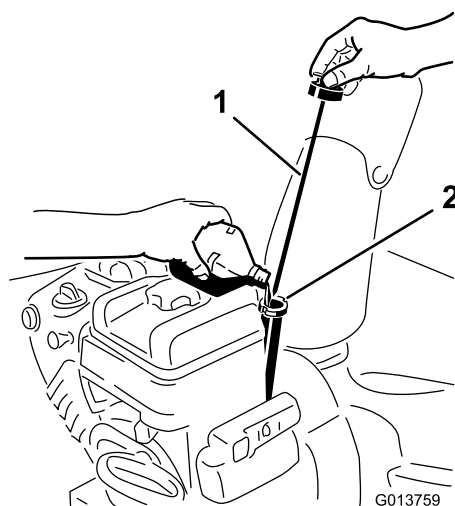

Figure 13
- Nettoyez la surface autour du bouchon de remplissage (Figure 13).